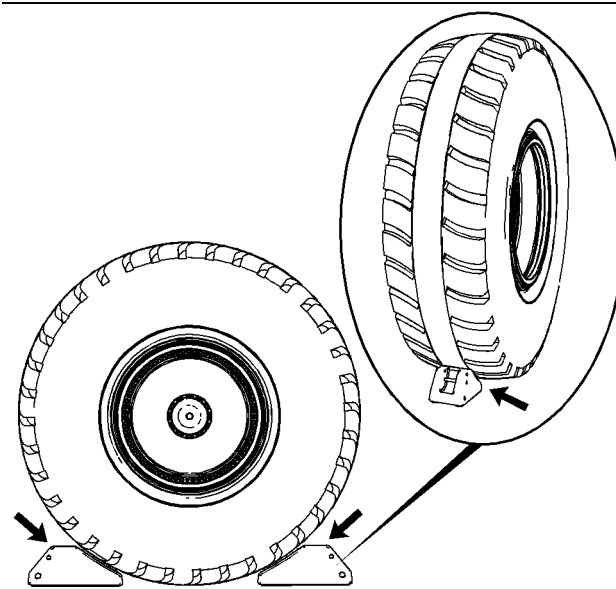

Ilustración 121
5. Quite cada bloque para rueda del soporte de almacenamiento e instálelo en el neumático, como se muestra en la ilustración 121. Coloque un bloque para rueda en la parte delantera y otro en la parte trasera del neumático. Coloque cada bloque para rueda firmemente contra el neumático y en ángulo recto con el neumático. Coloque los bloques para rueda en el centro de la banda de rodadura del neumático.